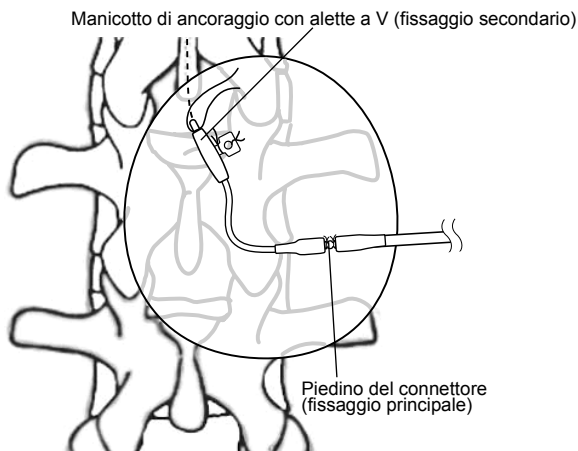

Figura 11. Fissaggio del catetere.
10. Applicare una sutura spessa non assorbibile alle due scanalature al centro del piedino del connettore e fissare alla fascia (Figura 11 a pagina 100).